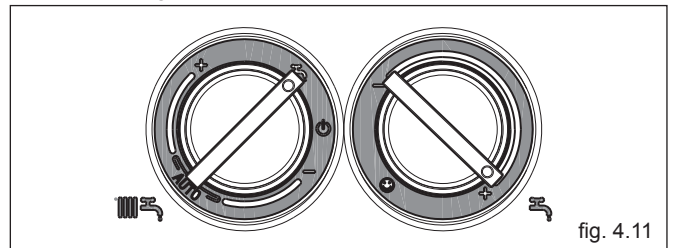

fig. 4.11
- Sul pannello di comando: portare il selettore di funzione su (estate) e il selettore temperatura acqua sanitario al valore massimo (fig. 4.11)